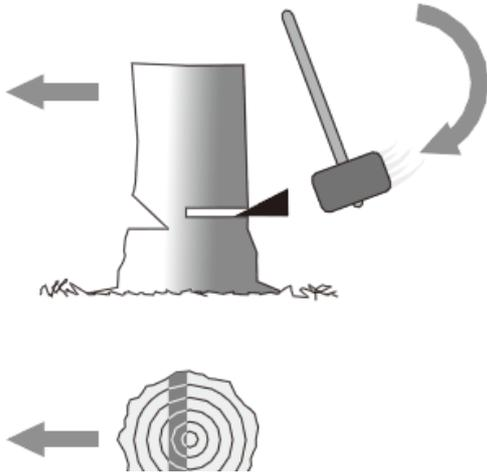

Fig.42
- déterminer le début de la chute au moyen d'un coin (fig.42).